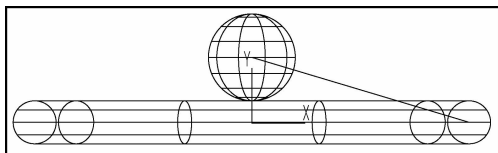

图 11-45 绘制直线
(4) 绘制直线。指定一点坐标为(100,0,0), 捕捉球的球心, 如图 11-45 所示。